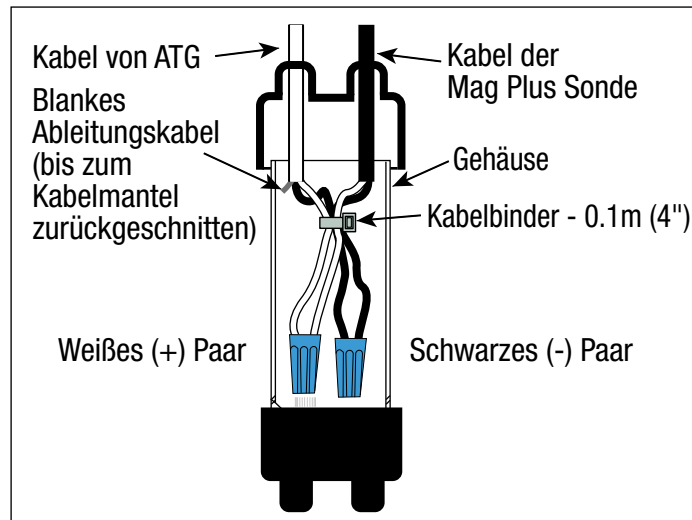

Abbildung 20. Spleißverbindungen
3. Stellen Sie die Verbindungen mit Drahtmutter her [Abbildung 20]. Schneiden Sie den blanken Schirmdraht am Kabelmantel ab.
4. Verwenden Sie den 0,1 m [4"] Kabelbinder, um die Kabel zusammenzuhalten (siehe Abbildung 20).